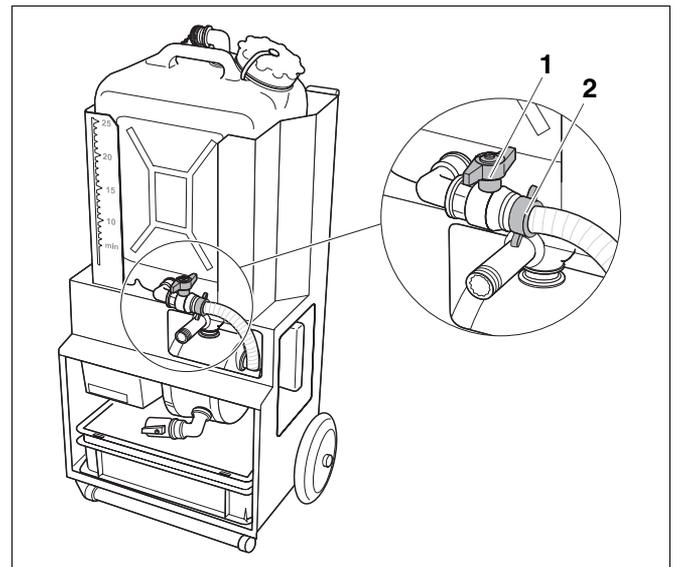

Abb. 34 Behälter reinigen
- Schließen Sie den Kugelhahn (Abb. 34, **Pos. 1**) am Saugschlauch .
- Öffnen Sie die Verschraubung (Abb. 34, **Pos. 2**) hinter dem Kugelhahn.